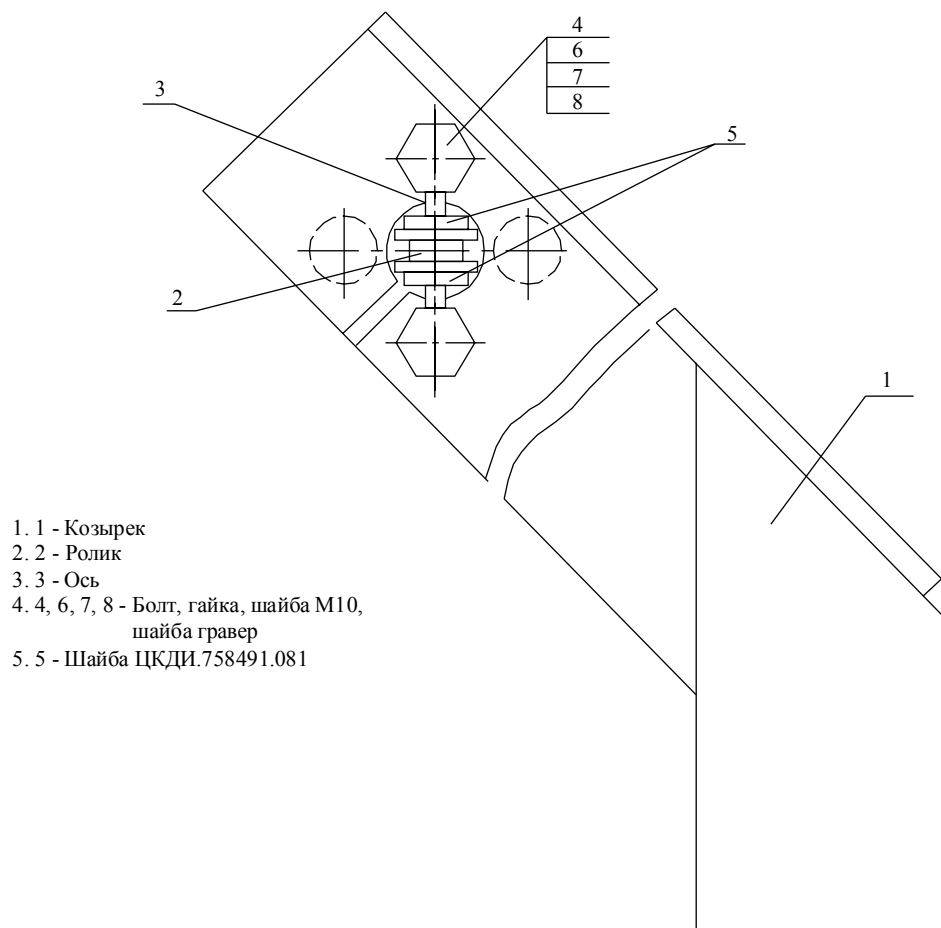

Рисунок 5.15
5.2.14 На поворотах СЗ установить угловые стойки из уголка 50х50 мм, имеющие три специальных отверстия для роликов и шесть отверстий под болт. Из КМЧ взять ось, установить на нее ролик и две шайбы с обеих сторон ролика. Концы оси вставить в отверстия двух болтов ЦКДИ.758121.004. Завести провод П-274М через прорезь в стойке в отверстие для ролика. Вставить болты вместе с осью и роликом в отверстия стойки, предварительно установив провод на ролик. Установить на болты шайбы и гайки. Завернув гайки, прижать ось к стойке (рисунок 5.15).